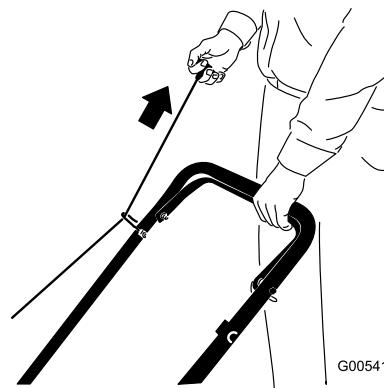
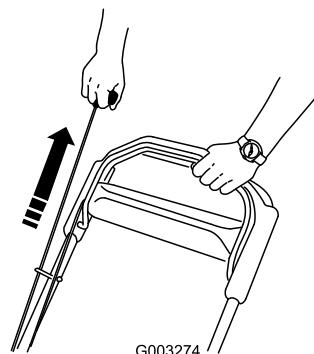

Figure 17
Figure 18
4. Tirez sur la poignée du lanceur (Figure 17) ou (Figure 18).